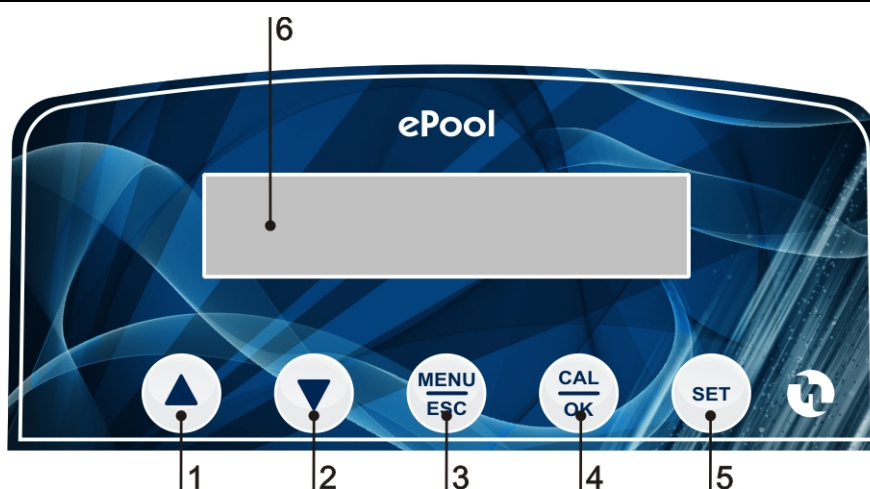

Fig. 4 – Commandes
- S'assurer qu'elle est débranchée du réseau électrique (les deux polarités) en retirant les conducteurs des points de contact du réseau en séparant les deux fils d'une distance minimum de 3 mm (fig. 4).
Appuyez sur la flèche en même temps le haut (1) et flèche vers le bas (2), (Fig.4)
Avec la pompe en stand-by en même temps appuyez sur MENU/ESC (3) et CAL/OK (4) (fig.4)